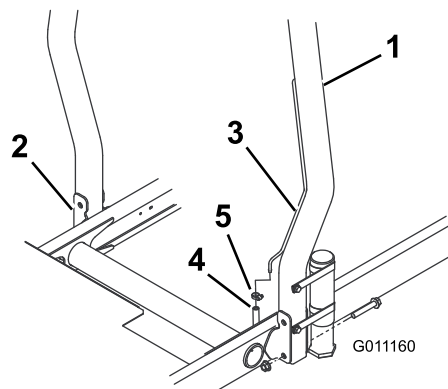

Figura 12
1. Abbassate il roll bar sopra le staffe di montaggio del trattorino, allineandolo ai fori di montaggio. Assicuratevi che il tubo di sfogo si trovi sul lato sinistro della macchina (Figura 12).
2. Fissate ogni lato del roll bar alle staffe di montaggio con due bulloni a testa flangiata e due dadi di bloccaggio (Figura 12). Serrate i fermi a 81 Nm.